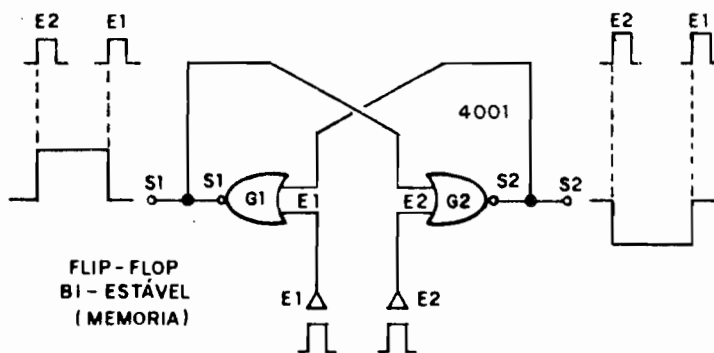

Fig.8
- FIG. 8 - CONFIRMANDO A ESTRUTURA SIMÉTRICA DO BI-ESTÁVEL COM GATES C.MOS - Simplesmente desenhando de outra forma o mesmo "esquema" da figura anterior, podemos ver sua real semelhança com a estrutura transistorizada, mostrada na fig. 2... É bom, entretanto, observar as diferenças de polaridade ou estados digitais, necessários aos comandos e resultantes nas Saídas... As linhas verticais tracejadas, nas "formas" de sinal estilizadas para as ditas Entradas e Saídas, marcam sempre ocorrências simultâneas (eventos que, tecnicamente, se dão ao mesmo tempo, um em função do outro...). Notem bem todos os fatos, polaridades, estados e "tempos", e raciocinem a respeito...